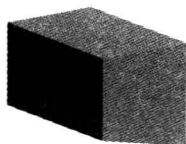
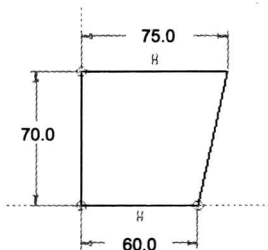

图 2.2 拉伸 1
图 2.3 截面草图
Step2. 创建图 2.2 所示的拉伸特征 1。
(1) 选择命令。单击 **模型** 功能选项卡 **形状** 区域中的“拉伸”按钮 。
(2) 绘制截面草图。在图形区右击，从系统弹出的快捷菜单中选择 **定义内部草绘...** 命令；选取 RIGHT 基准平面为草绘平面，选取 TOP 基准平面为参考平面，方向为 **左**；单击 **草绘** 按钮，绘制图 2.3 所示的截面草图。
(3) 定义拉伸属性。在操控板中选族拉伸类型为 ，输入深度值 115.0。
(4) 在操控板中单击“完成”按钮 ，完成拉伸特征 1 的创建。